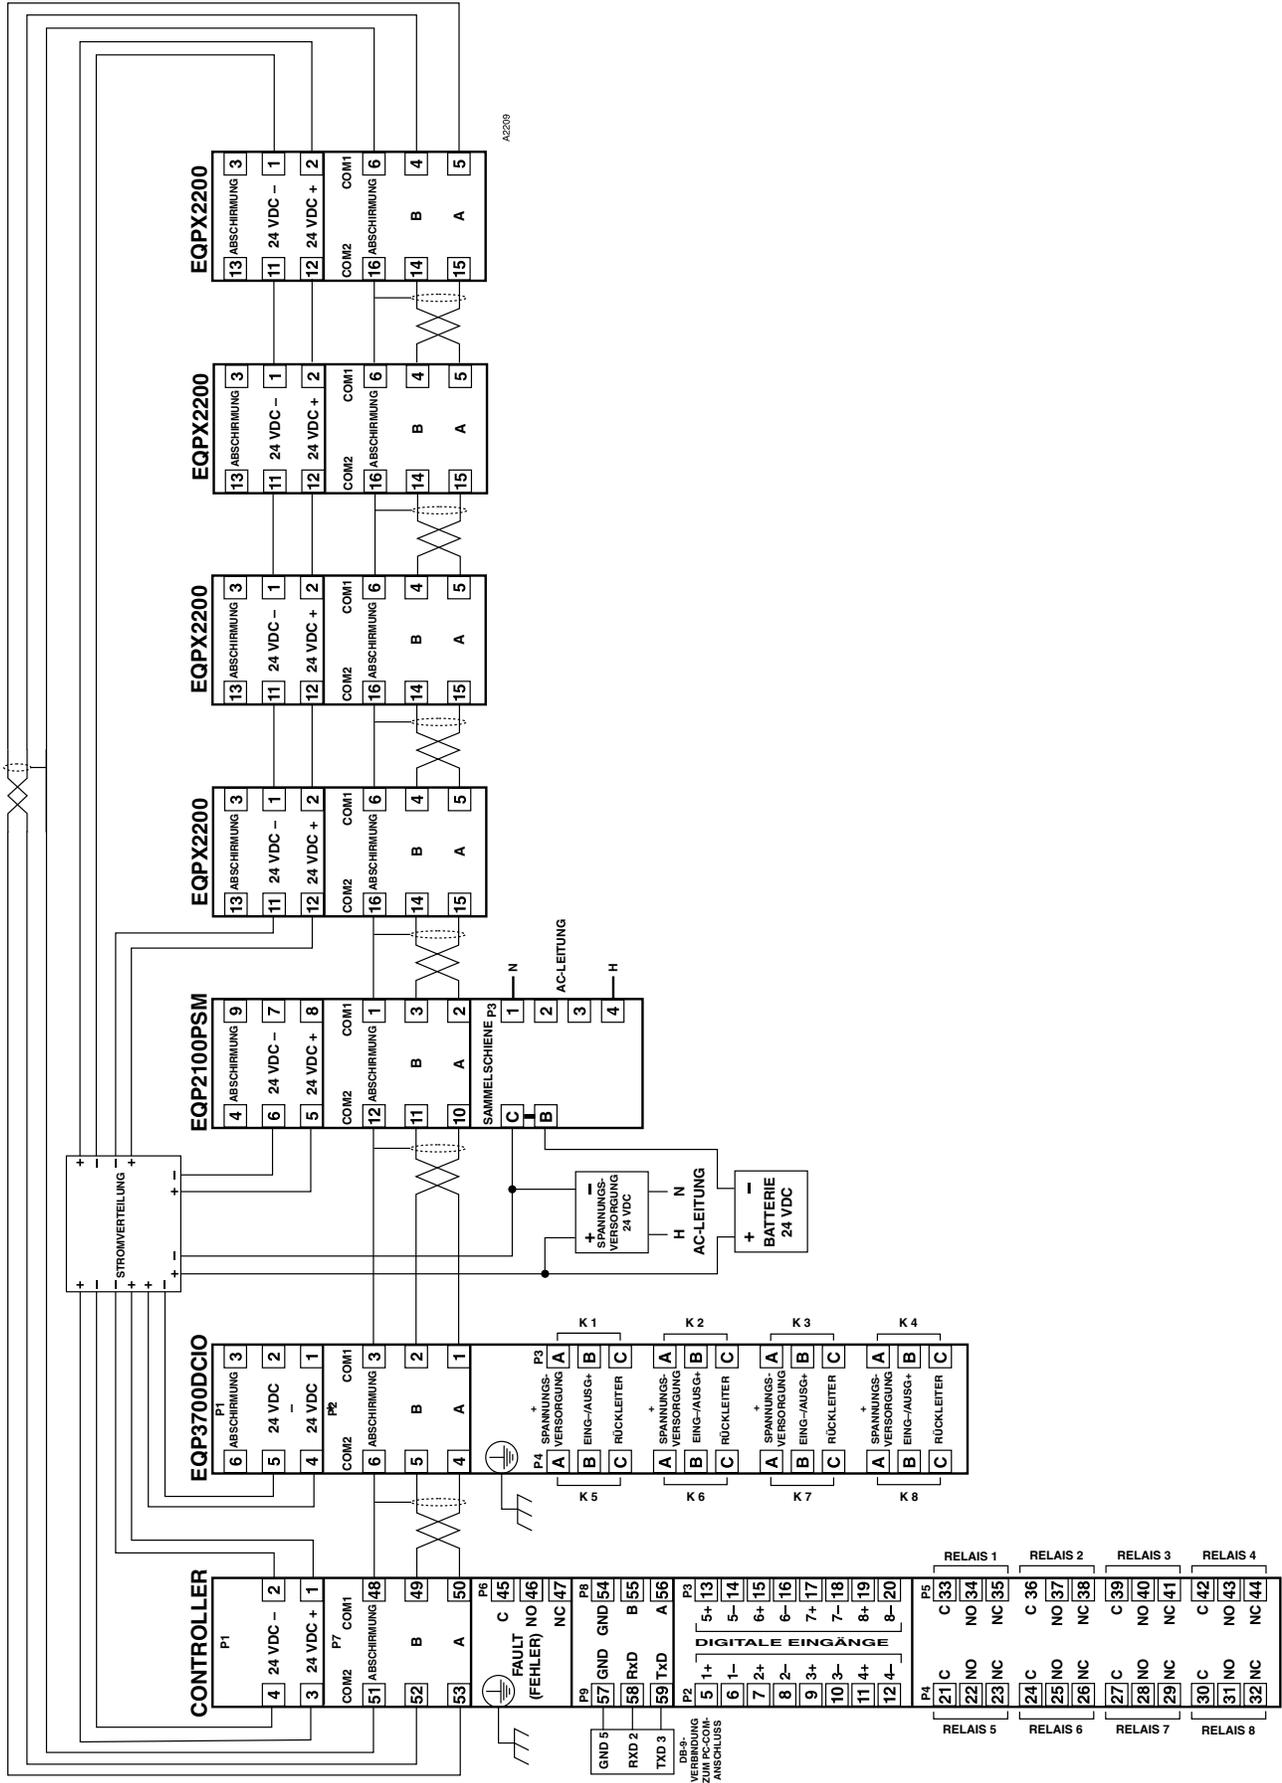

Abbildung 13—X2200-Klemmleiste (EQP-Modell)
1. Schließen Sie die externen Leitungen an die entsprechenden Klemmen im Anschlusskasten des Geräts an, siehe Abbildung 13. Abbildung 14 zeigt die Klemmenkennzeichnung.